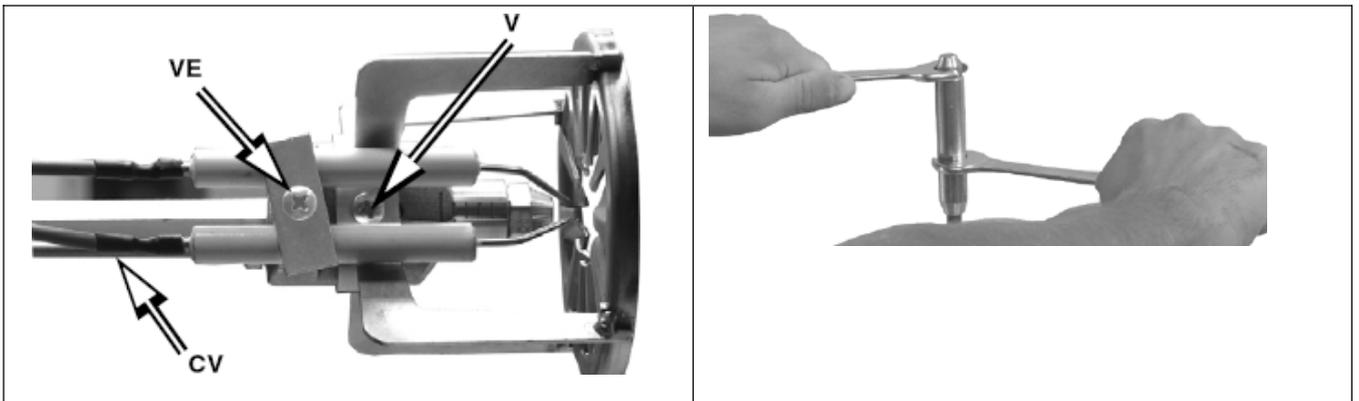
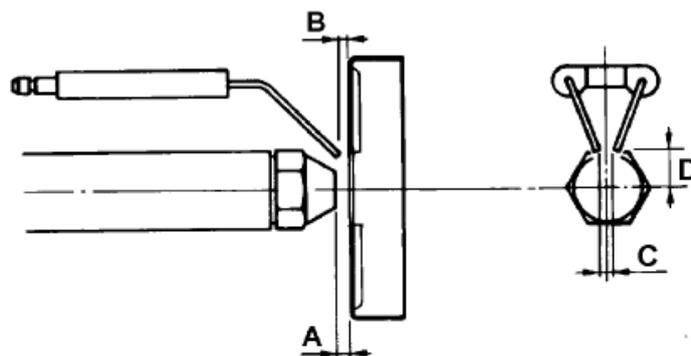

Fig. 10
Fig. 11
1. Avant de démonter la gicleur et les électrodes, débranchez les câbles CV (Fig. 10), prenez les dimensions indiquées à la Fig. 11 et notez-les dans le tableau, Tab. 3.
2. Dévisser la vis V qui fixe la tête de combustion et retirer la tête du support du gicleur (Fig. 10).
Pour retirer le gicleur, il est impératif d'utiliser deux clés fixes, comme indiqué sur la figure 10, afin d'éviter d'endommager la plaque de support des composants du brûleur!